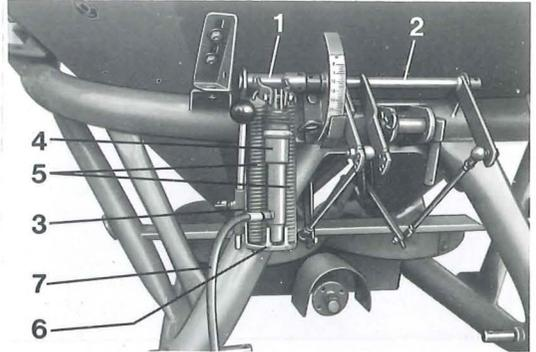

Fig. 9
4.5.1.1 Kupplungsteil (Fig. 9/1) rechts auf die Schaltwelle (Fig. 9/2) stecken und mit dem mitgelieferten Verbundstift verbinden.
4.5.1.2 Konsole (Fig. 9/3) auf das Kupplungsteil (Fig. 9/1) schieben und mit 2 Schrauben M 10 x 16 an der Befestigungsplatte am Rahmen anschrauben.
4.5.1.3 Hydraulikzylinder (Fig. 9/4) mit Hilfe einer Leichtspannhülse und einer M 8-Schraube mit dem Kupplungsteil (Fig. 9/1) verbinden.
4.5.1.4 Federn (Fig. 9/5) oben am Kupplungsteil (Fig. 9/1) einhängen.
4.5.1.5 Spannschrauben M 10 von unten durch den Zylinderhalter (Fig. 9/6) führen und Federn (Fig. 9/5) bis zum Anschlag spannen.
4.5.1.6 Hydraulikschlauch (Fig. 9/7) anschließen.